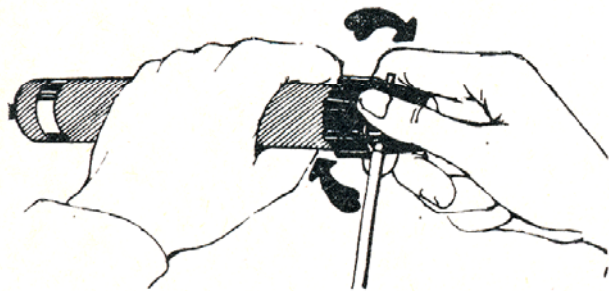

Fig. 2
L'elettrodo va montato dalla parte non rivestita nell'alloggiamento della Pinza porta elettrodi assicurarsi che l'estremità suddetta risulti sufficientemente stretta. (Fig. 2).
*L'électrode est montée du côté non revêtu dans la niche du groupe porte-électrodes en s'assurant que son extrémité soit suffisamment étroite, (fig. 2).*
The electrode must be mounted onto the uncovered part of the electrode carrying terminal. Make sure that the extremity of the terminal is sufficiently tightened (Fig. 2).
*Die Elektrode wird auf der nicht überzogenen Seite im Aufnehmer der Elektrodenhalter-Zange eingesetzt. Es ist sicherzustellen, dass der vorgenannte Aufnehmer genügend festgezogen ist (Abb. 2).*